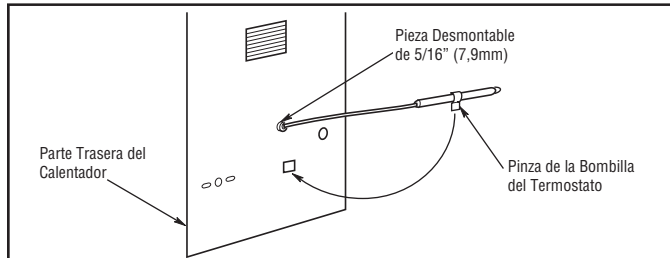

Figura 1. Instalación del Sistema Capilar con Termostato Interno
1. Quite la pieza desmontable de 5/16" (7,9mm) que está en la parte trasera del calentador y haga pasar el tubo capilar a través del agujero (Figura 1).
3. Quite la pieza desmontable de 5/16" (7,9mm) que está en la parte trasera del calentador y haga pasar el tubo capilar a través del agujero (Figura 1).